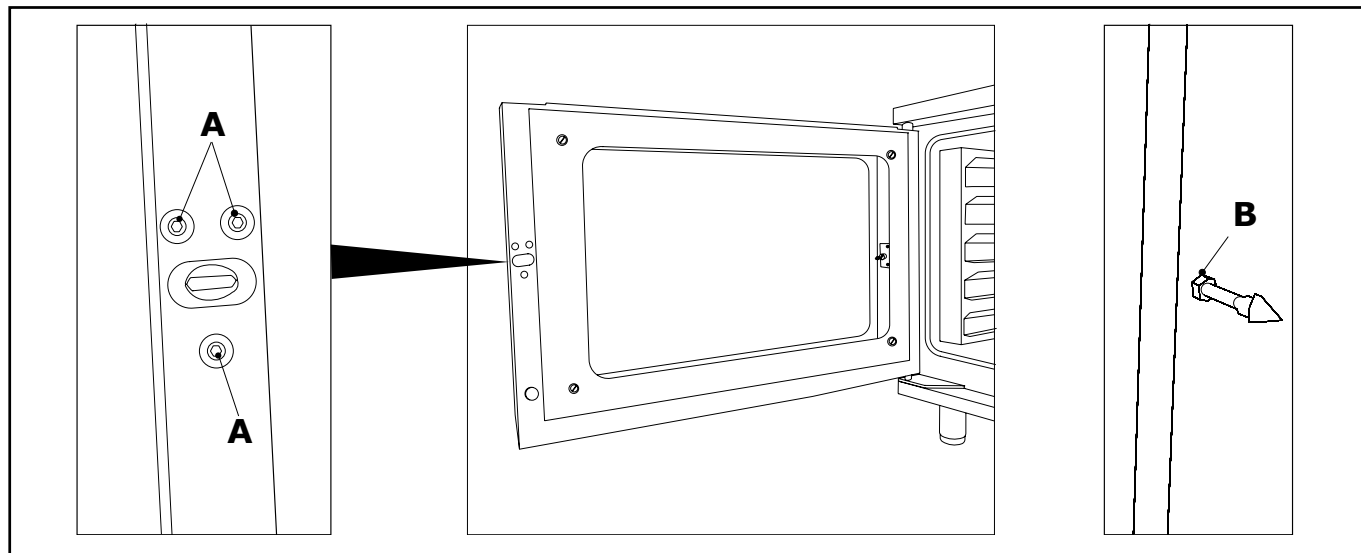

fig. 11
- 2) Svitare le viti (**A** - fig. 11).
- 4) Se necessario, ruotare il dado (**B** - fig. 11) del gancio in senso orario o antiorario per regolare la corretta chiusura della maniglia, curando il giusto orientamento della punta del gancio.